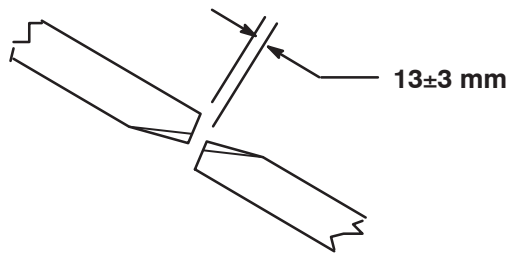

Bild 20
Für den ordnungsgemäßen Betrieb des Mähwerks muss ein 13 ± 3 mm Abstand zwischen den Messerspitzen des seitlichen und mittleren Mähwerks bestehen (Bild 20).
2. Drehen Sie ein mittleres und ein daneben befindliches seitliches Messer, sodass die Messerspitzen ausgerichtet sind. Messen Sie den Abstand zwischen den Messerspitzen, der Abstand sollte ungefähr 13 ± 3 mm betragen (Bild 20).